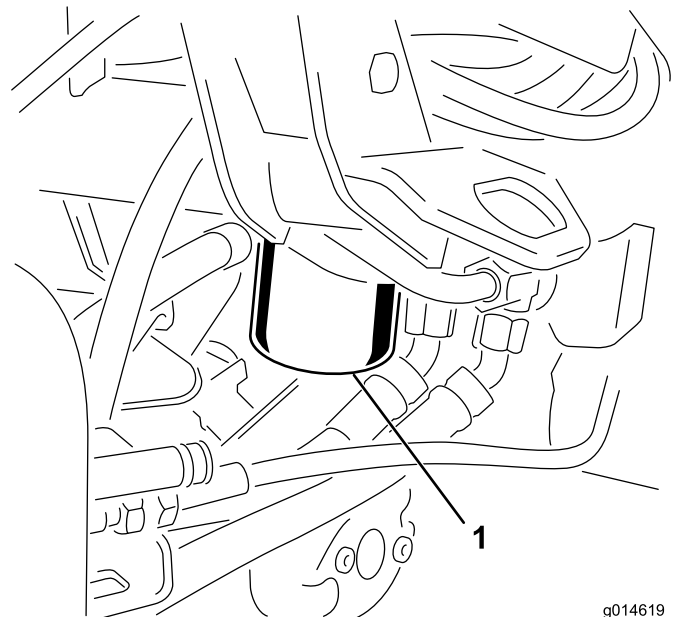

Figure 45
3. Placez un bac de vidange sous le bouchon de vidange du côté droit de la machine (Figure 45).
- Déposez le filtre hydraulique usagé de la tête du filtre, puis installez rapidement le nouveau filtre hydraulique (Figure 45) en le vissant à la main jusqu'à ce que le joint touche la tête du filtre, puis serrez-le encore de 3/4 de tour.